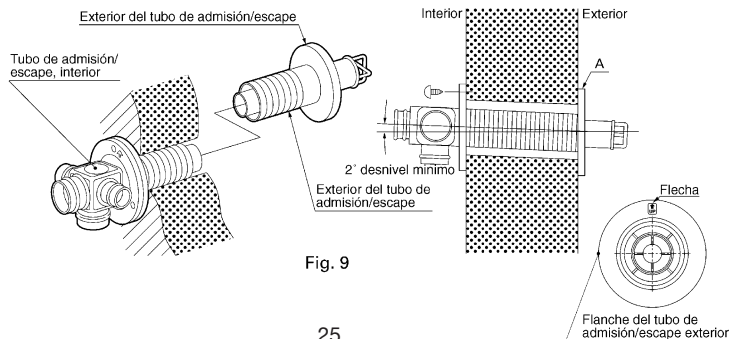

Fig. 9
- c. Desde el exterior, inserte el tubo de admisión/escape a través del agujero, asegúrelo a la pared atornillando en el mismo sentido de las manecillas del reloj. Esto asegura la parte exterior con la interior de tubo de admisión/escape (Ver Fig.9).
IMPORTANT: Asegúrese que la flecha en el flanche del tubo de admisión/escape apunte hacia arriba. Asegúrese de asegurar correctamente el exterior del tubo de admisión/escape. (Como se muestra en la Fig.9)